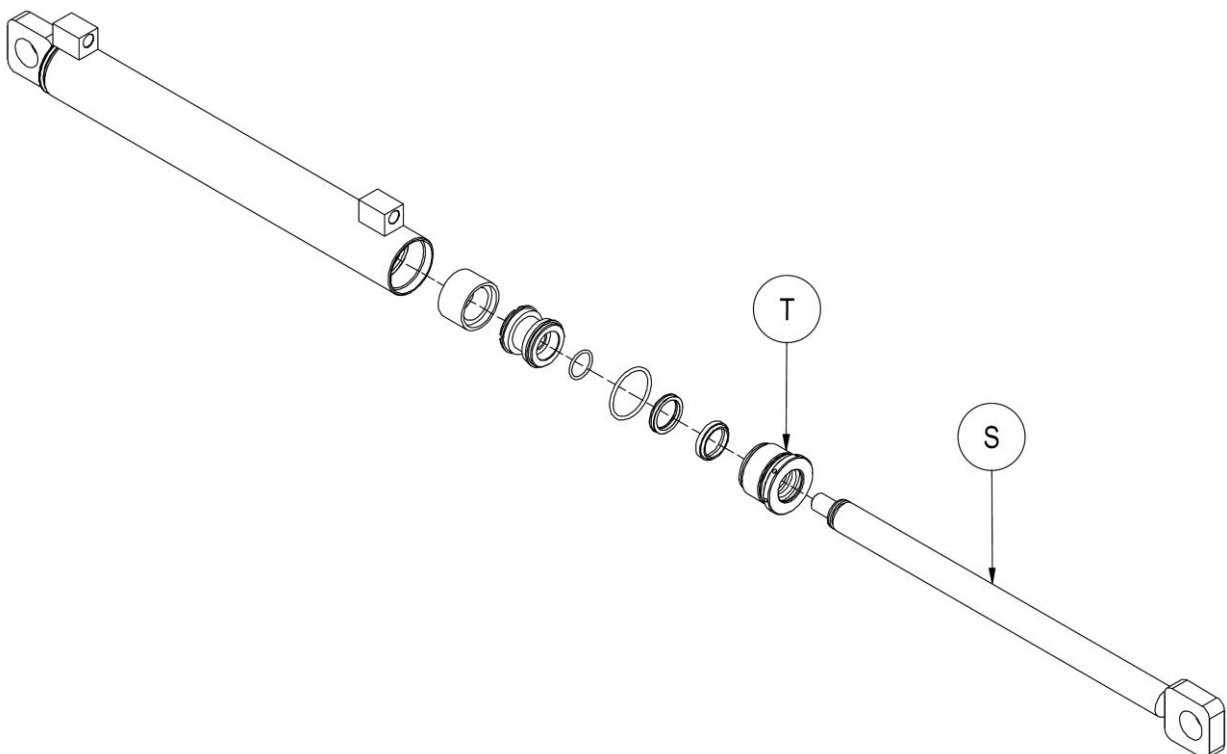

Figura 24
8. Prendere come riferimento la *Figura 24*.